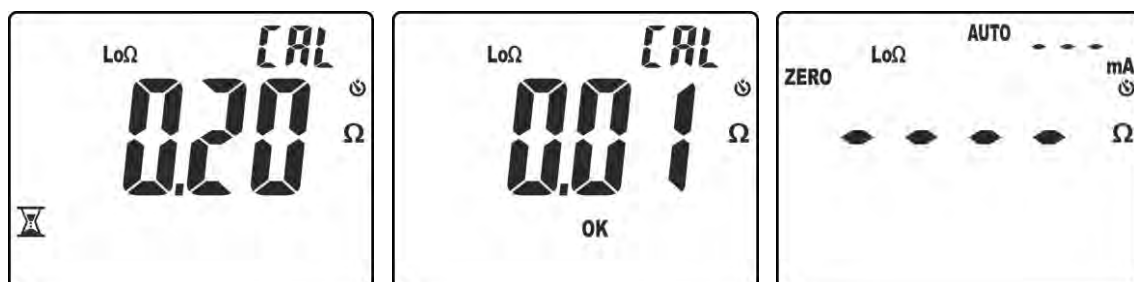

Abb. 33: Ergebnisse der richtig ausgeführten Messleitungskalibration
4. Das Gerät führt die erste Messung durch und misst den Widerstand der Messleitungen (siehe Abb. 33 – linke Seite). Wenn der kompensierte Wert (ZERO) $\leq 5.00\Omega$ ist, wird der Wert gespeichert. Das Gerät führt eine zweite Messung durch und berechnet die Differenz zwischen diesem neuen Wert und dem kompensierten Wert. Wenn der Wert $\leq 0.01\Omega$ ist, wird die Kalibration bestätigt, und die Meldung "OK" erscheint im Display (siehe Abb. 33 – Mitte). Danach kehrt das Gerät zur Mess-Bildschirmseite zurück, mit der Meldung "ZERO" im Display, um anzugeben, dass eine Kompensation der Messleitungen erfolgreich erfolgt ist.